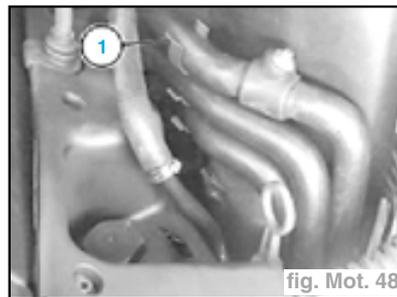

fig. Mot. 48
- Déclipser les flexibles et déposer le support (1) (fig. Mot. 48).